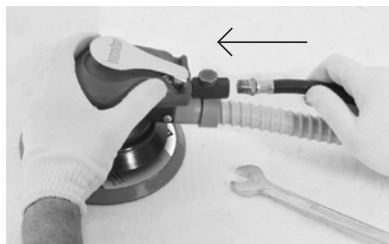

Fig. 6 – Montagem da alimentação de ar na lixadeira
- Conecte a mangueira de ar na ferramenta. Utilize pressão de 90 lbf/pol² - 6,33 kgf/cm² (Fig. 6);